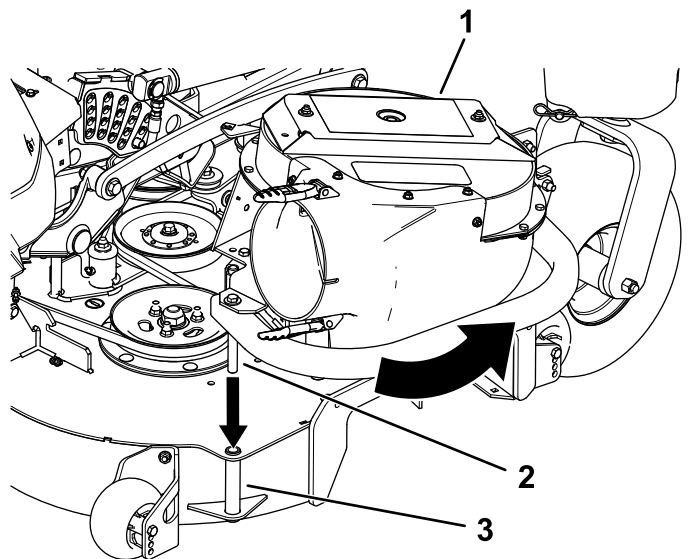

Figura 6
2. Introduzca el pasador de giro del soplador al soporte del soplador y gire el soplador hacia dentro, hacia la máquina (Figura 6).